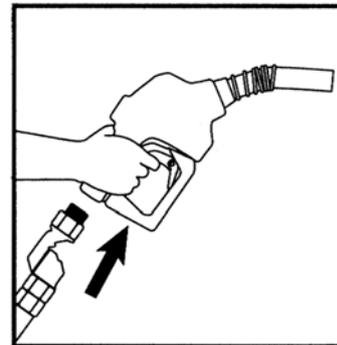

Bild 4
- Schlauch in die Einströmungsöffnung der Zapfpistole einsetzen (Bild 4).